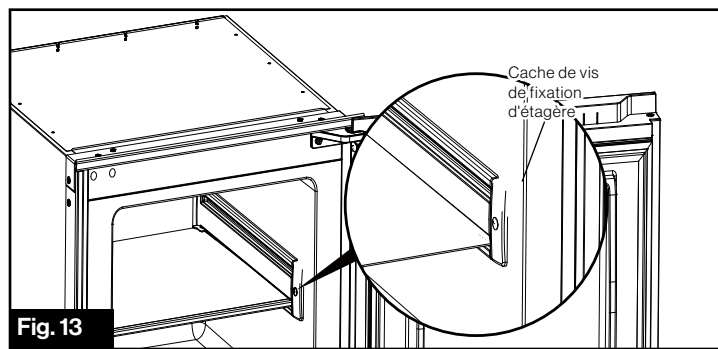

Fig. 13
2. Soulevez le cache de la vis de fixation de l'étagère à l'aide d'un outil pointu. (Fig. 13)